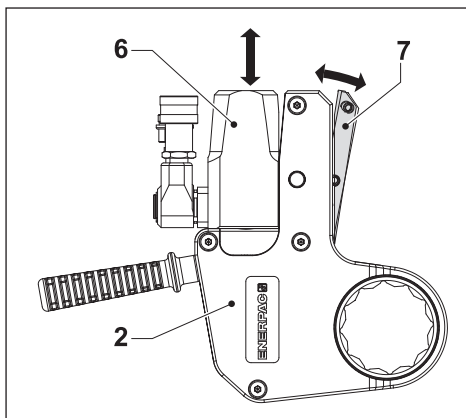

Fig. 4
3.3.1 Remoção do cassete (fig. 4 e 5)
3.3.2 Montagem do cassete (fig. 4 e 5)
- Puxe a alavanca trava (7) para fora.
- Certifique-se de que a articulação de retração (11) esteja alinhada com a ranhura (13) da manivela da catraca. Se necessário, gire a haste do pistão.
- Coloque a unidade de acionamento sobre o cassete e empurre o ressalto (12) através da abertura para dentro da placa localizadora da unidade de acionamento (14).
- Empurre a alavanca de liberação (7) novamente para dentro do cassete (2). Certifique-se de que a esfera se encaixa no lugar. Verifique-se a alavanca de liberação está totalmente fechada.